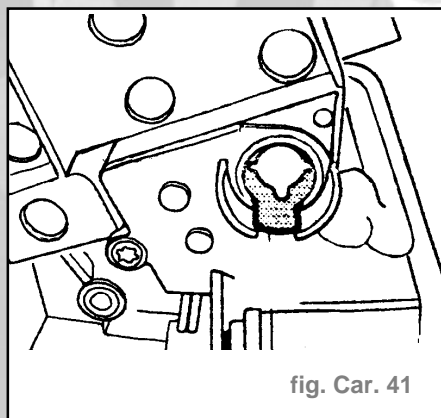

fig. Car. 41
**Remarque pour la repose :** L'ergot du logement (de la tête du barillet) doit se trouver en bas, au centre (fig. Car. 41)